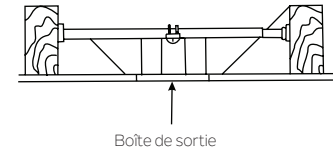

Fig. 4
**REMARQUE:** Selon l'emplacement que vous avez choisi pour l'installation, vous devrez peut-être acheter et installer un "support de solive" pour la prise en charge du boîtier de prise. Assurez-vous que le support de solive que vous avez acheté a été conçu pour être utilisé avec des ventilateurs de plafond. (Fig. 4) for the support of the outlet box. Make sure the joist hanger you purchase has been designed for use with ceiling fans. (Fig. 4)